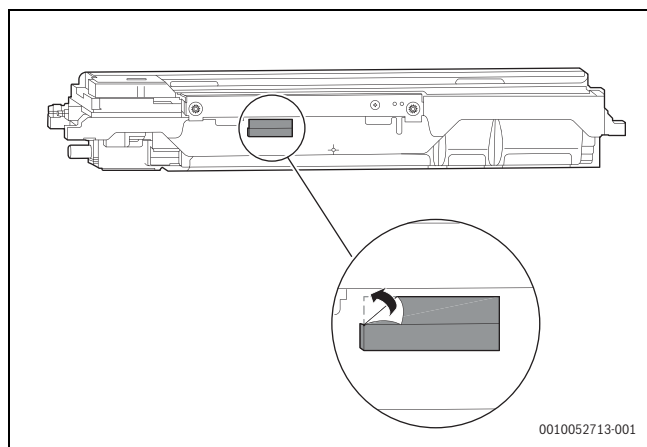

Fig. 2
2. Applicare due scatole scheda adattatrice e fissarle con le due strisce biadesive (fig. 2).